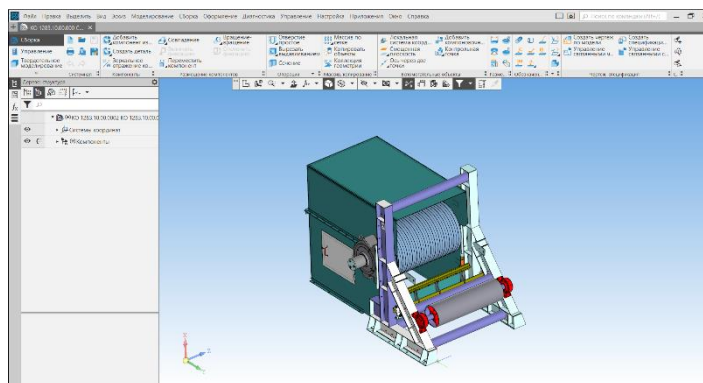

Рисунок 20 – Настроенное рабочее пространство КОМПАС-3D
- **Значки** – настройка позволяет выбрать цветовую гамму значков: Монохромные и Цветные. Для работы рекомендуется использовать Цветную гамму значков (Рисунок 20).